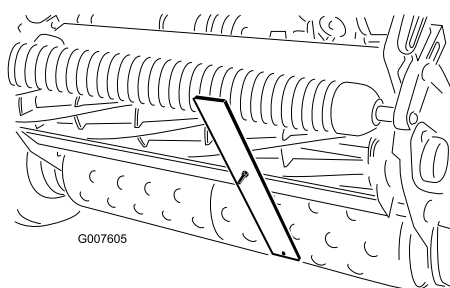

図 48
4. ゲージバーのネジ頭を下刃の先端に引っかけ、バーの後端を後ローラに当てがう（図 48）。